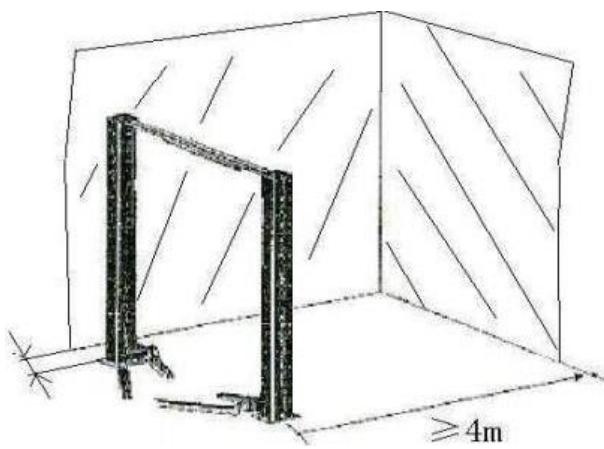

図 8
- ・リフトの前後には、車両を収容するのに十分なスペースを確保する必要があります(図 8)。(中心線から各エッジまで 4 m 必要です。)